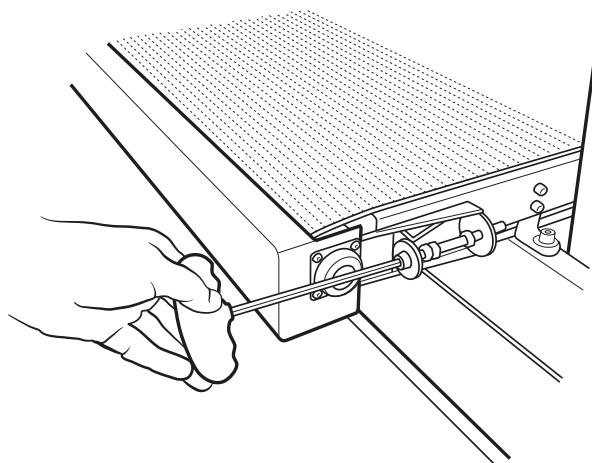

FIG. 5
1. Repérez les boulons de tension de la courroie d'alimentation, comme le montre la Fig. 5.